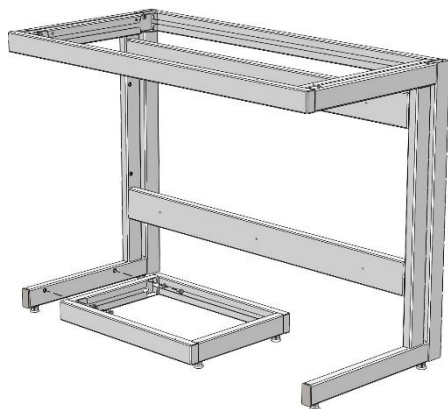

Рис. 7
- 7. Установить раму для тумб, используя болты M8x16, шайбы 8 и предусмотренные в боковинах заклёпки-гайки M8 (Рис. 7; 8)**